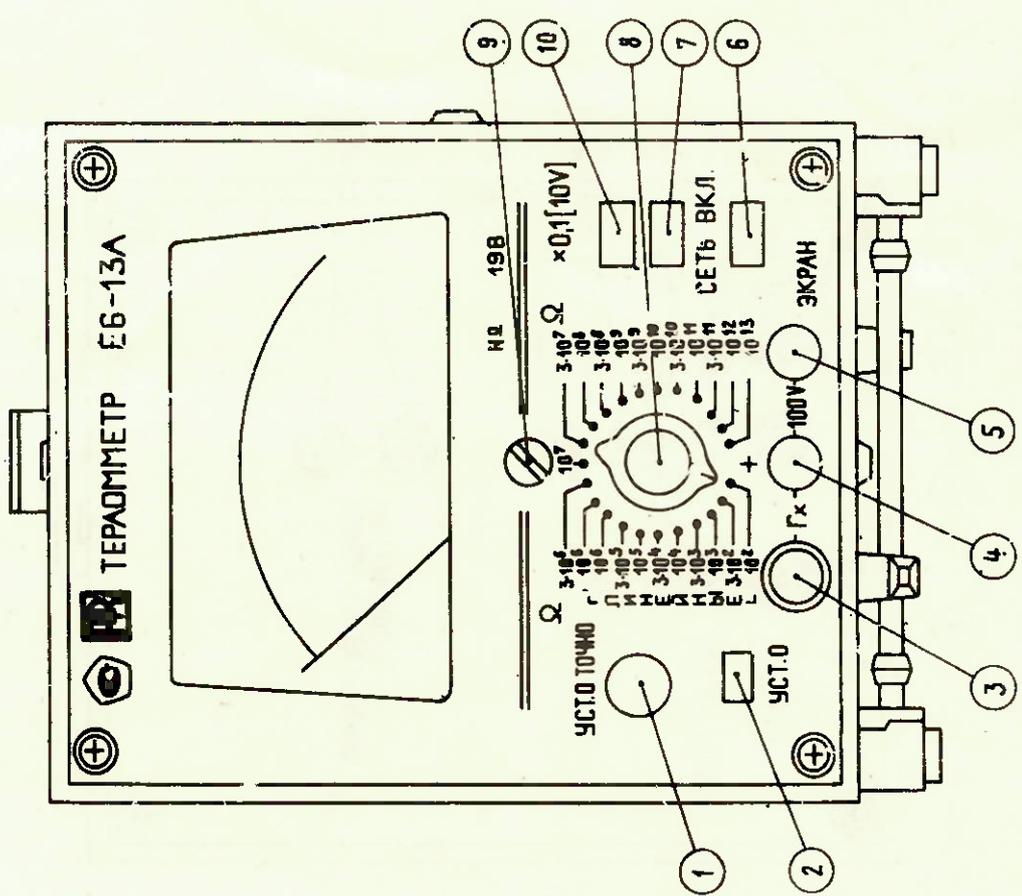

Рис. 5. Вид прибора со стороны передней панели:
На передней панели прибора (рис.5) расположены: показывающий прибор; ручка переключателя поддиапазонов; ручка точной установки нуля УСТ.0 ТОЧНО; выключатель и индикаторная лампочка включения питания СЕТЬ ВКЛ.; входные гнезда; кнопка замыкателя входа УСТ.0; индикаторная лампочка включения измерительного напряжения IO В, обозначенная X 0, I (IOV) (для обратного проворональных шкал). Показывающий прибор имеет циферблат с четырьмя шкалами (Приложение +1).
5.1. Маркирование передней и задней панелей приведено на рис.5 и 6.